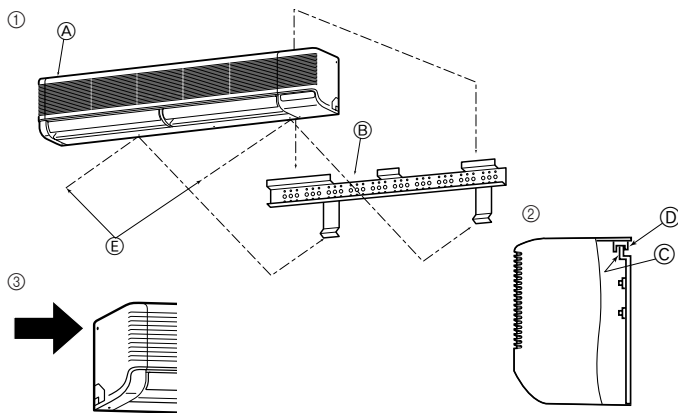

Fig. 3-11
3.4. Montagem da unidade interior (Fig. 3-11)